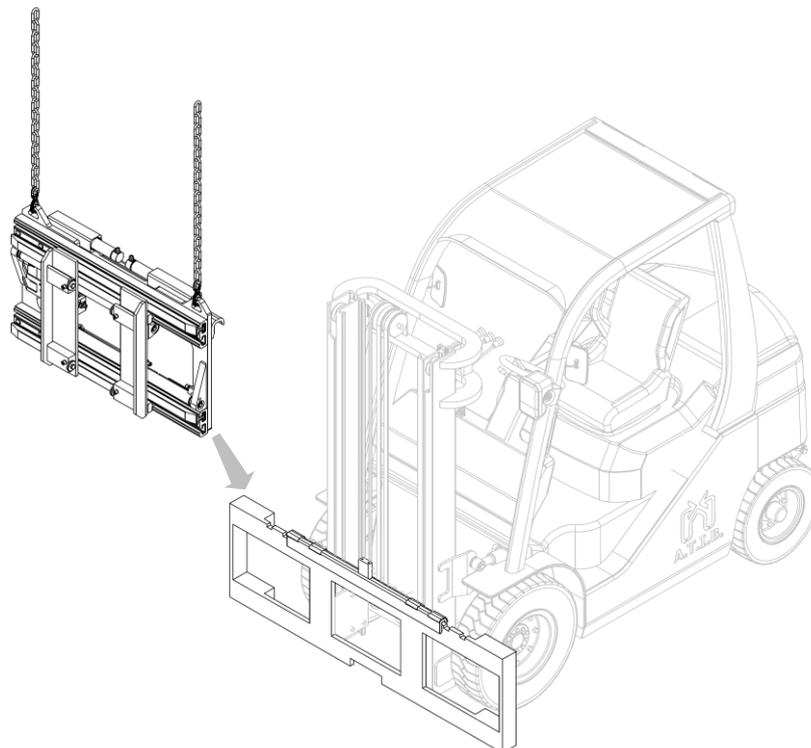

Abbildung 7
7. Dann haken Sie das Anbaugerät von oberen Greifpunkten ein und positionieren Sie es mittels eines Laufkrans oder eines Hebezeugs mit ausreichender Tragkraft auf dem Gleitprofil. Bitte auf die richtige Positionierung des Anbaugeräts achten (siehe *Abbildung 7*).